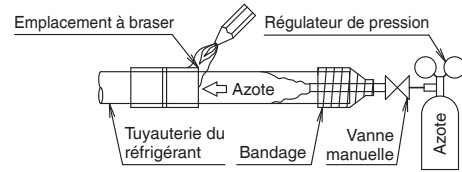

Fig. 8
- Lors du brasage, veillez à effectuer le remplacement de l'azote et le soufflage d'azote. (voir la Fig. 8)